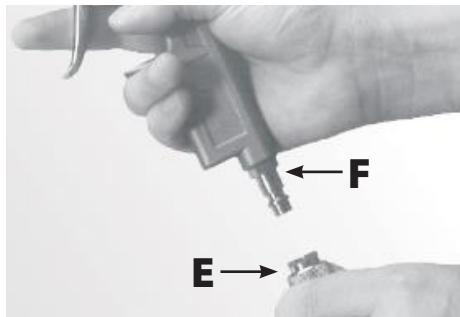

Рис. 2
- Все пневмоинструменты снабжены быстросъемными штуцерами (см. рис. 2); воздух к инструменту подается через спиралеобразный шланг.
5. Пневмоинструмент подключается к противоположному концу шланга **E**. Подсоедините штуцер **F** с нажимом к шлангу (рис. 2).